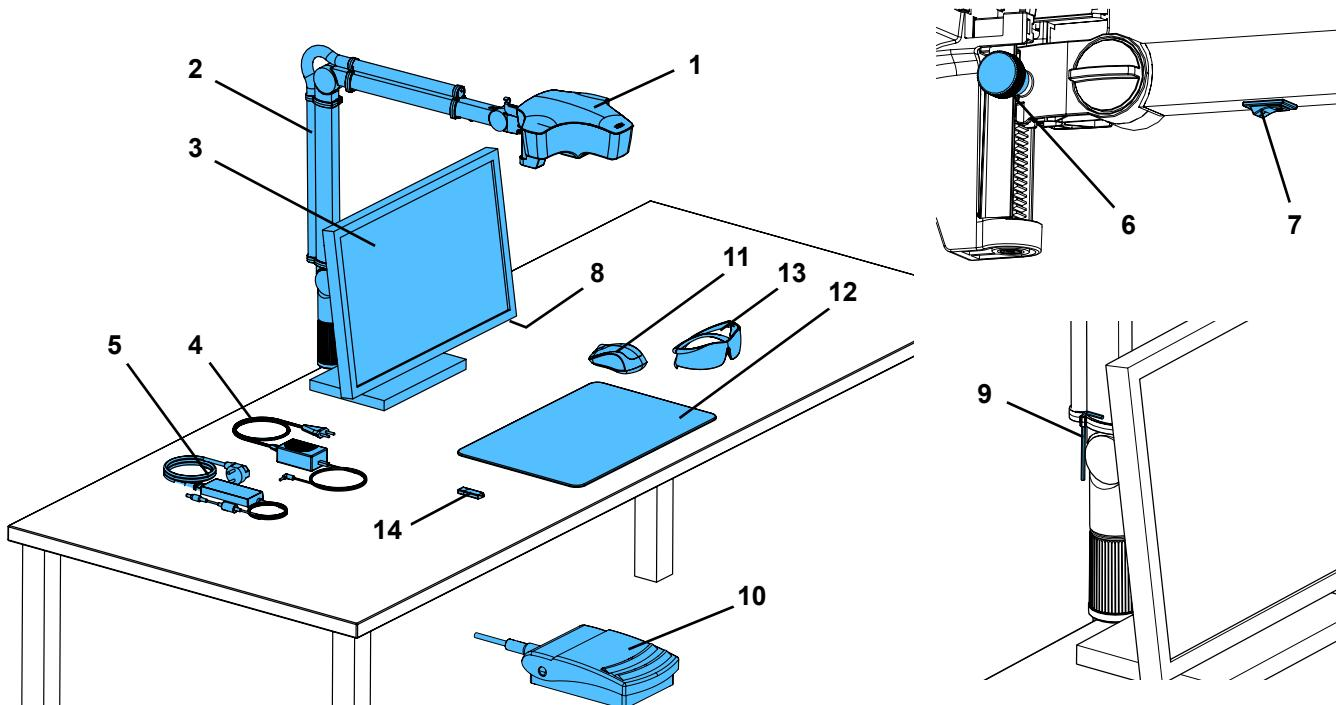

Abb. 1
- ⇒ Tischauflage (12, Abb. 1) auf Arbeitstisch legen.
⇒ Maus (11, Abb. 1) neben Tischauflage platzieren.
⇒ Fußschalter (10, Abb. 1) unter dem Tisch platzieren und Fußschalterkabel in Fußschalter einstecken.
- Klemmschraube (34) mit beiliegendem Werkzeug (9, Abb. 1).
- Klemmschraube (35) mit beiliegendem Werkzeug (9, Abb. 1).